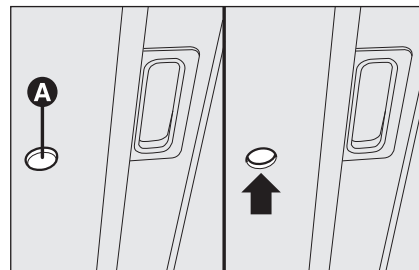

fig. 69
- ☐ introduzca la llave **A**-fig. 69 en dotación en el alojamiento y gire: